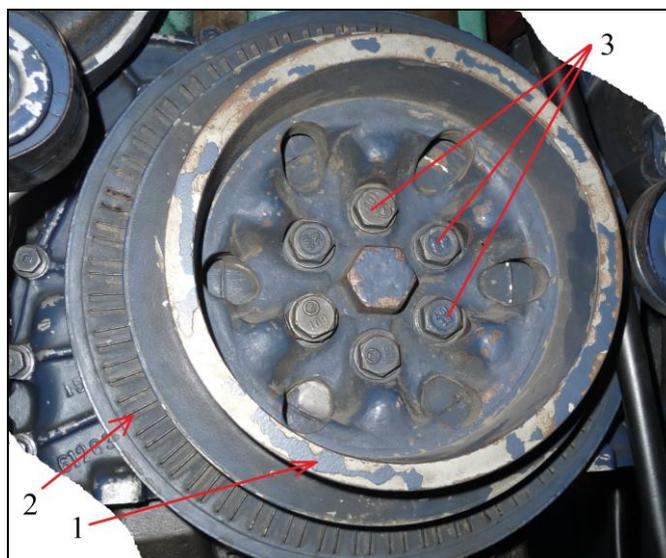

Рис.12 Снятие приводных шкивов и демпфера
2.9. Снятие приводных шкивов и гасителя крутильных колебаний (демпфера) (см. Рис. 12)